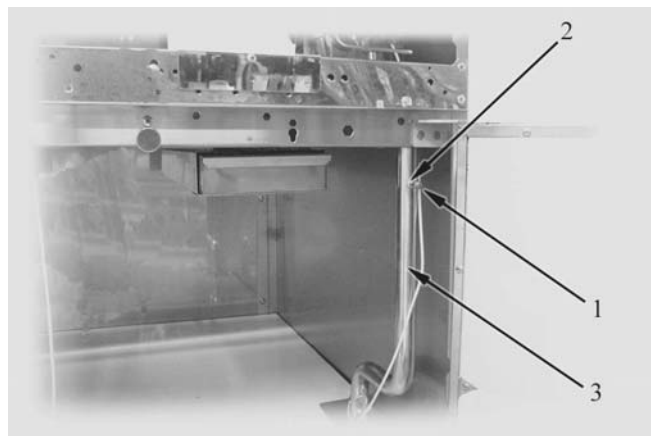

Abb. 3
- Die Schraube (Pos. 1 auf Abb. 3) des Druckanschlusses (Pos. 2) lösen;
- Die Schraube (Pos. 1 auf Abb. 3) wieder einsetzen und kontrollieren, ob Lecks vorhanden sind.